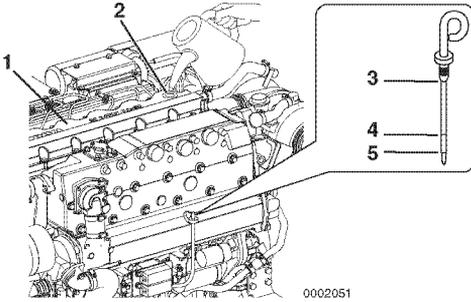

Abbildung 3
2. Pegelstab herausziehen (**Abbildung 3, (3)**) und mit sauberem Tuch abwischen.
4. Pegelstab herausziehen. Der Ölstand muss zwischen oberer (**Abbildung 3, (4)**) und unterer Markierung (**Abbildung 3, (5)**) am Pegelstab sein.